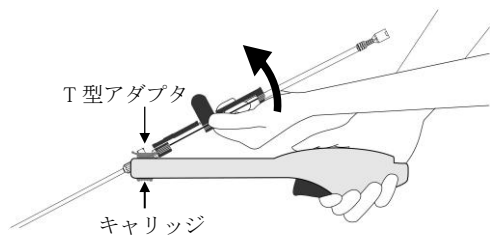

図 6
- (3)さらに、T 型アダプタをキャリッジから外すことで、デリバリーシステムのシャフト全体をハンドルから取り外す(図 6)。